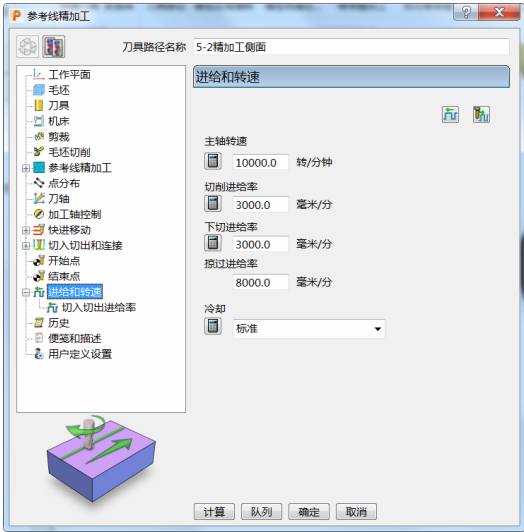
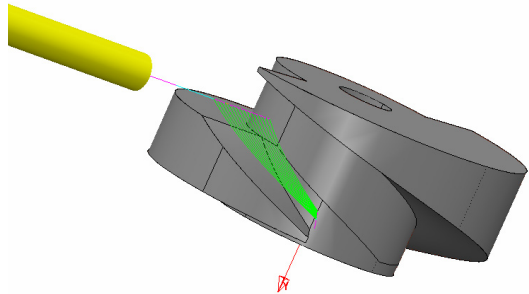

图 3-66
图 3-67
9) 进给和转速: 设定主轴转速 10000.0r/min、切削进给率 3000.0mm/min、下切进给率 3000.0mm/min、掠过进给率 8000.0mm/min, 标准冷却。(图 3-66)
10) 单击图 3-66 中的“计算”按钮，刀具路径如图 3-67 所示。